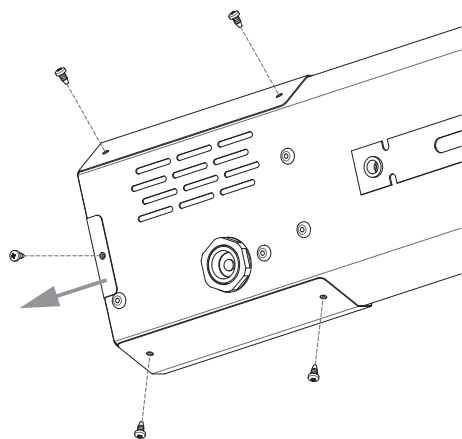

Рисунок 5. Снятие боковой крышки обогревателя для доступа к распределительной коробке.
- 7.4.1. Открутить саморезы и снять боковую крышку обогревателя для доступа к распределительной коробке (см. рис. 5). Снять крышку распределительной коробки.